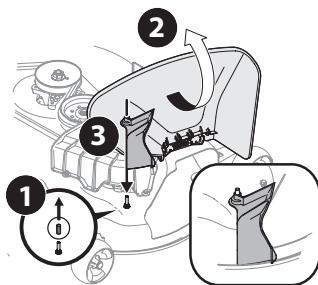

Figura 24
- Retire el tapón protector de goma del pasador de plataforma, (1) en la Figura 24.
- Eleva el deflecto del canal (2) sobre la plataforma y sosténgalo mientras instala el adaptador de canal (731-10133) (3), sobre la plataforma como se muestra en la Figura 24.